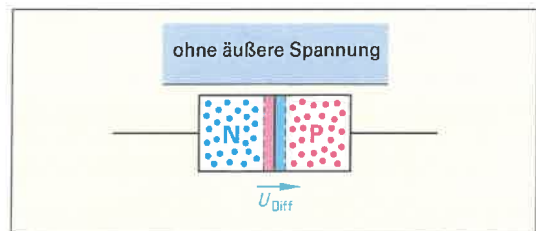

Bild 3: Diffusionsspannung
2. An der PN-Schicht entsteht durch das Übertreten (diffundieren) der Ladungsträger in die jeweils andere Schicht eine Ladung. Dadurch entsteht eine Spannung, die man als Diffusionsspannung U_{Diff} (Bild 3) bezeichnet. Wie groß ist die Diffusionsspannung bei folgenden Halbleiterwerkstoffen?